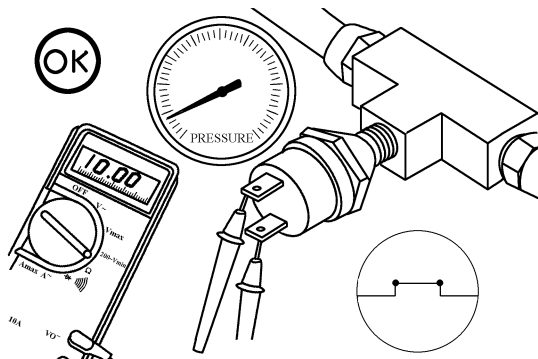

图 5-235 当排出压力低时, 测量两端子间的电阻
③ 当空调系统排出压力低时, 万用表必须显示闭路, 电阻应小于 10Ω , 如图 5-235 所示。如果电路不是闭路, 则说明开关存在故障。